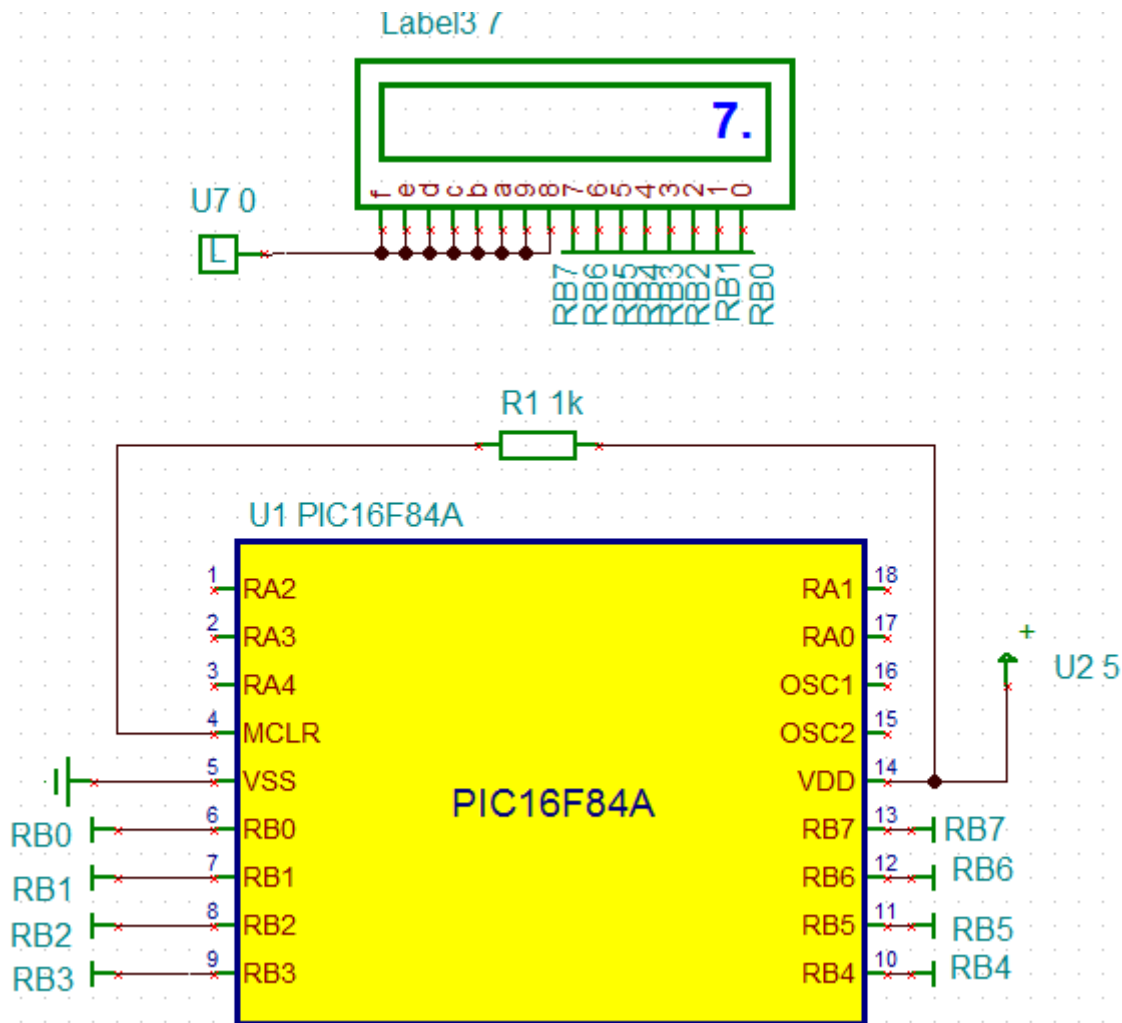

Рис.3.19. Модель генератора чисел
1. Запустите программу TINA и соберите генератор чисел (рис.3.19) на микроконтроллере PIC16F84A. Установите тактовую частоту микроконтроллера 4МГц. Используя переключки (джамперы), соедините выходы порта В микроконтроллера со входами дисплея *LCD Display* из меню *Meters*. При этом строго соблюдайте обозначения меток на переключках. Неиспользованные входы дисплея рекомендуется подключить к низкому уровню.